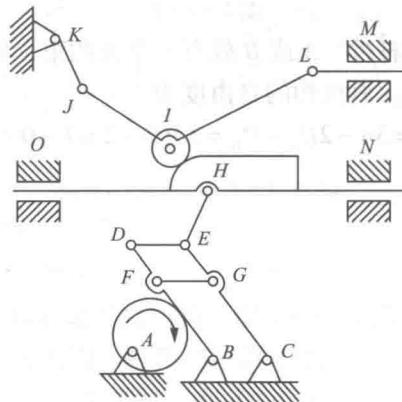

图 1-3-1
1. 试计算图 1-3-1 所示机构的自由度，如有复合铰链、局部自由度和虚约束，需明确指出。图 1-3-1 中画箭头的构件为原动件， DE 与 FD 平行且相等。[厦门大学 2013 研]